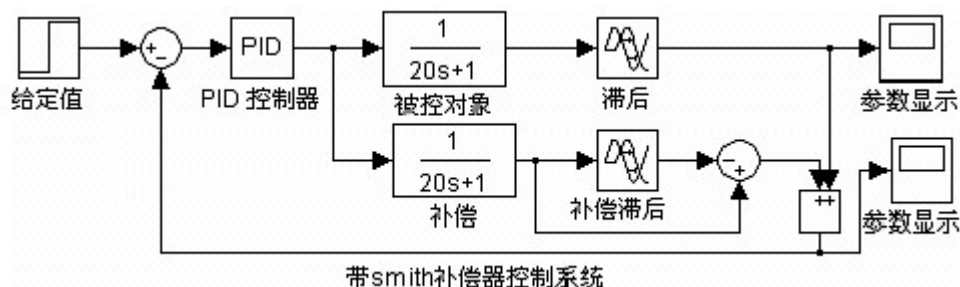
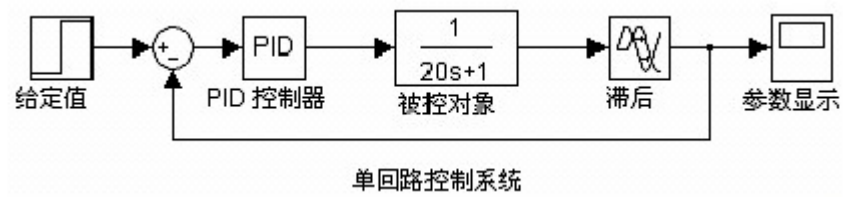

图 3
图 4
- 3、用 MATLAB 的 Simulink 画出上述系统，分别如图 3 的 Smith 补偿控制和图 4 单回路控制。
4、调节图 3 中的 PID 参数，使得采用 Smith 补偿器的反馈控制系统控制性能良好，并记录仿真曲线。
5、采用图 3 所调整的 PID 参数，作用于图 4 单回路控制系统中，记录仿真曲线，比较图 3 和图 4 两条仿真响应曲线。分析图 4 单回路控制系统曲线失真原因。